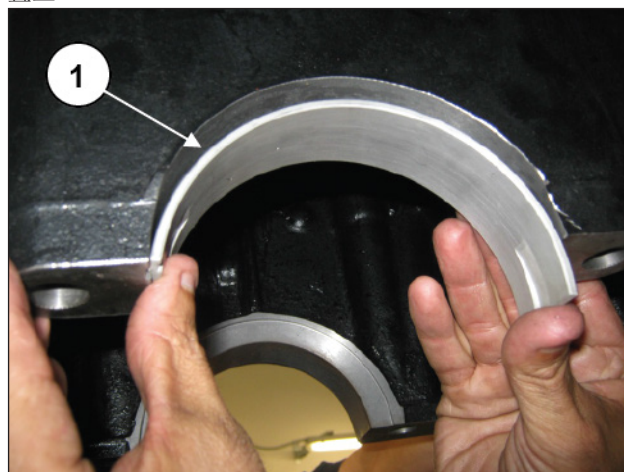

图 108
把主轴瓦（位置①，图 108）安装在后曲轴箱盖各自的位置上。